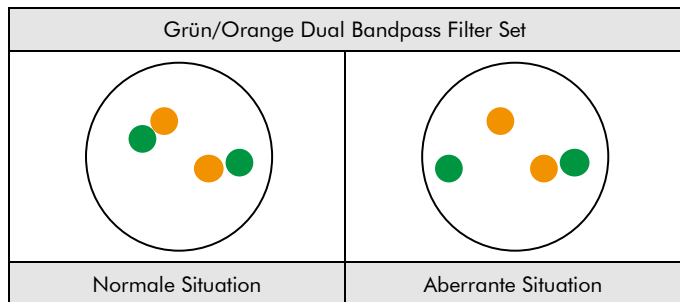

Abb. 2: Zu erwartende Ergebnisse in normalen und aberranten Zellkernen
**Normale Situation:** In Interphasen von normalen Zellen oder Zellen ohne eine Translokation der WWTR1-Genregion erscheinen zwei grün/orange Fusionssignale (siehe Abb. 2).
**Aberrante Situation:** Eine von einer Translokation betroffene WWTR1-Genregion wird durch ein separates grünes Signal und ein separates oranges Signal gekennzeichnet (siehe Abb. 2).